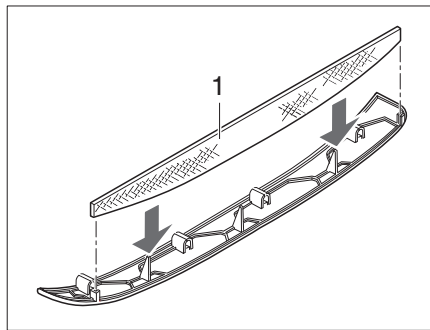
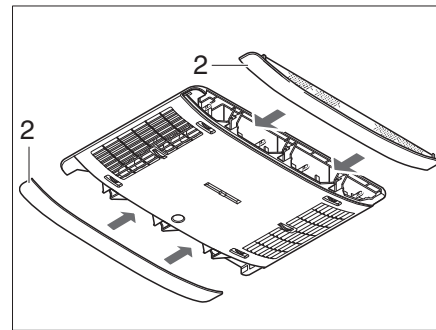

Bild 279 Flusenfilter Klimaanlage
Bild 280 Paneelen Klimaanlage
In den seitlichen Paneelen (Bild 280,2) befinden sich zwei Flusenfilter. Die Flusenfilter müssen in regelmäßigen Abständen, mindestens jedoch alle 6 Monate, gereinigt und bei Bedarf gewechselt werden.
- Paneele (Bild 280,2) vom Luftverteiler abziehen und Flusenfilter (Bild 279,1) reinigen oder bei Bedarf wechseln.